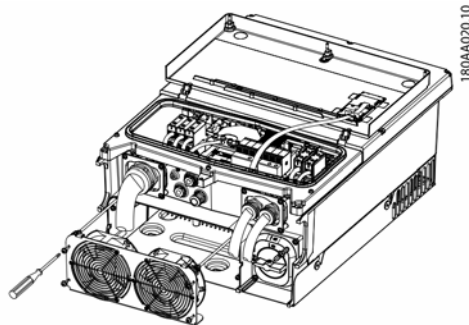

図 1.3
4. ファンはパワーコンディショナの底部にあります。TX 20 のドライバーを使って、ファンユニットを留めている 4 本のネジを緩めます。図 1.3 を参照してください。